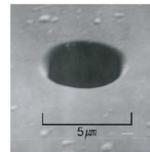

図9
- ①石英ガラス・内径5 μm(図9)
- ②ホウケイ酸ガラス・内径20 μm